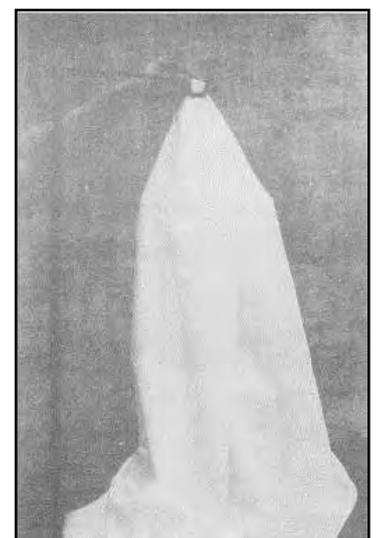

Figura 15 - Fissaggio del sacco.
9. Appendere il sacco superiore al supporto (Figura 15).